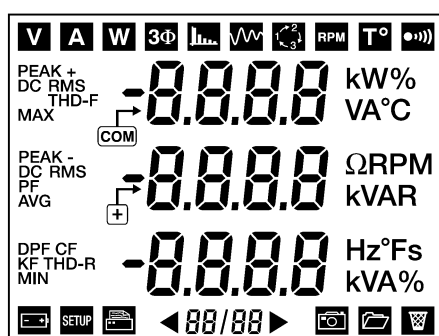

Figura 69: Il primo schermo acceso.
- Alla visualizzazione del primo schermo (visualizzazione dei 172 segmenti, vedi Figura 69, pagina 27), tenere premuto il tasto giallo () fino al bip sonoro.